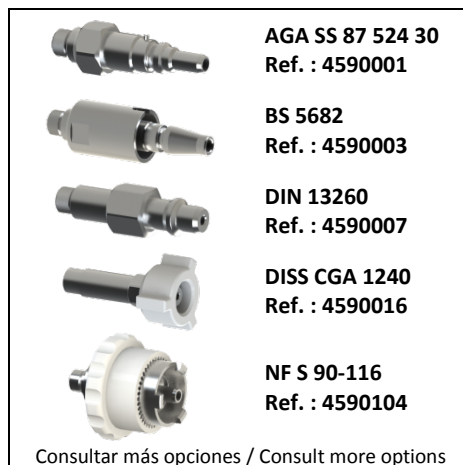

Fig. 5
- Conectar el equipo a una fuente de presión de entre 2.8 y 7 bar, mediante la conexión de entrada (2) o (11), según proceda.
-  La válvula de la fuente de presión, y la conexión de entrada del regulador, deben ser del mismo tipo. Consultar los diferentes tipos disponibles (ver Fig. 5).
- Introducir el conector (5) de la manguera en espiral (4) suministrada con el equipo OXYMO (7), en la válvula de salida (3) o (12) del regulador, según proceda.
- Conectar la válvula (6) de la manguera, a la conexión de entrada (8) del OXYMO (7)
- Connect the equipment to a source of pressure between 2.8 and 7 bar, with the inlet (2) or (11), as appropriate
-  The valve of the pressure source and the inlet of the regulator must be of the same type. Consult the different types available (see Fig. 5)
- Introducing connector (5) of the spiral hose (4) provided with the OXYMO equipment (7), the outlet valve (3) or (12) of the regulator, as appropriate.
- Connecting the valve (6) of the hose, to the inlet (8) of OXYMO (7)